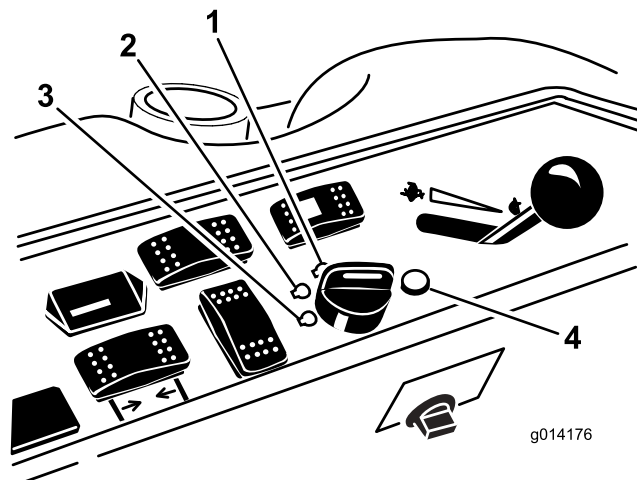

**Figura 15**
4. Mueva el interruptor de la toma de fuerza (TDF) a la posición de DESENGRANADO (Figura 15).
5. Ponga la palanca del acelerador en un punto intermedio entre las posiciones de RÁPIDO y LENTO (Figura 15).